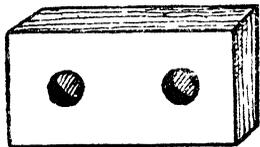

Рис. 6. Планка с 2 дырочками.
1) одинарные с одним рядом дырочек (рис. 6, 7, 8);